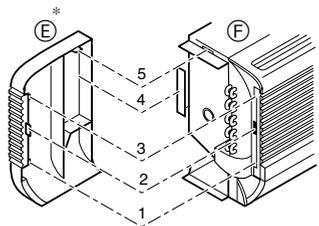

Fig. 3-8
- \* Struttura del pannello laterale e del corpo dell'unità (Fig. 3-8)